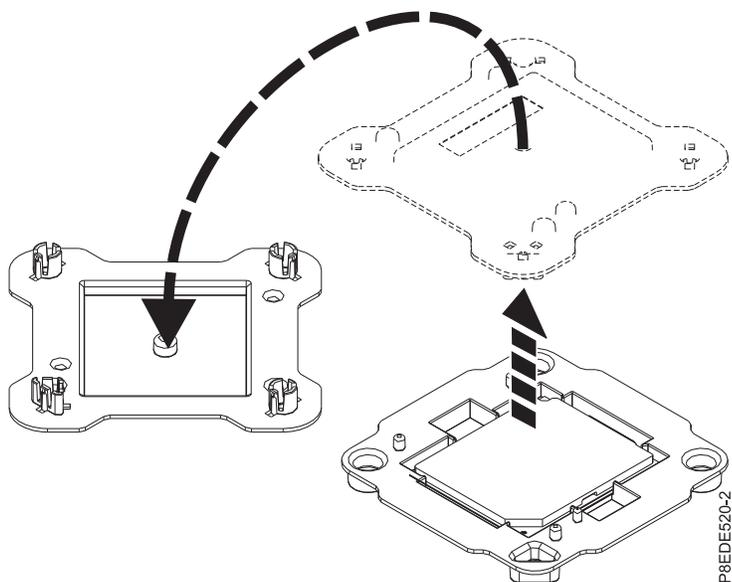

図 179. システム・プロセッサ・モジュールのパッケージを開く
2. 新しいシステム・プロセッサ・モジュールのパッケージを開き、カバーを上下逆にしてトレイの隣に置きます (162 ページの図 179 を参照)。カバーは、取り替えるシステム・プロセッサ・モジュールに使用されます。